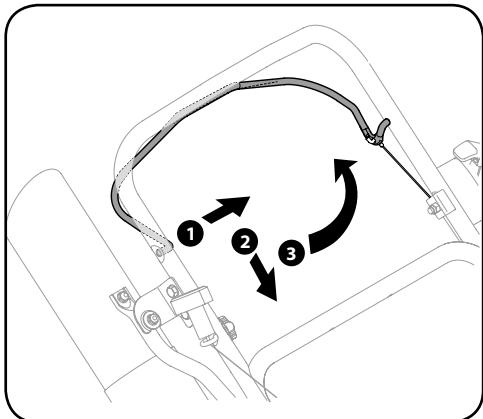

Рисунок 7-5
- 1 Выдавите правую часть регулятора из правого отверстия в верхней рукоятке. См. рисунок 7-5.
- 3 Поверните прямо вверх, чтобы вывести из левого отверстия в верхней рукоятке. См. рисунок 7-5.